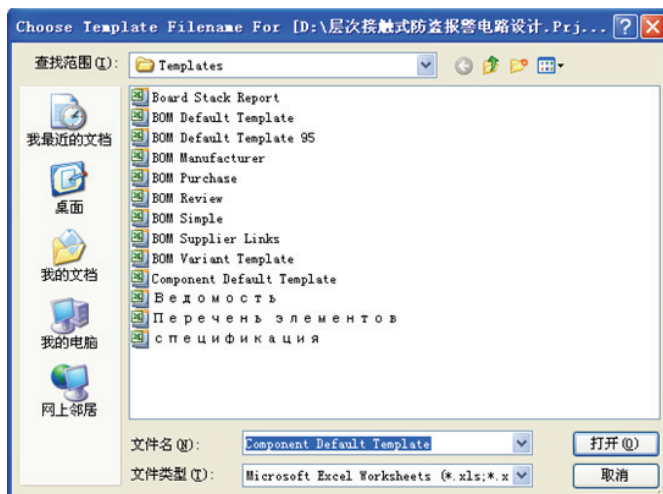

图 8-23 Excel 文件选择对话框
(1) 在 Excel 文件(Excel Options)输出操作框中,勾选 ☒ Relative Path to Template,单击图中模板(Template)右侧的浏览...按钮,弹出从 Excel 文件选择的对话框,如图8-23所示。